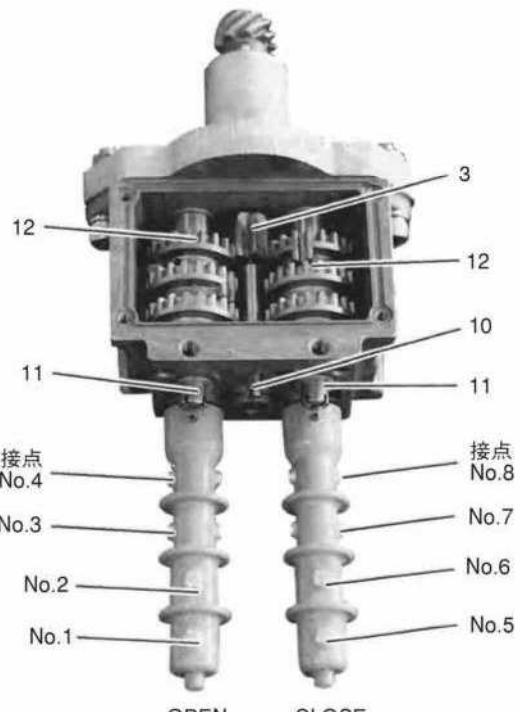
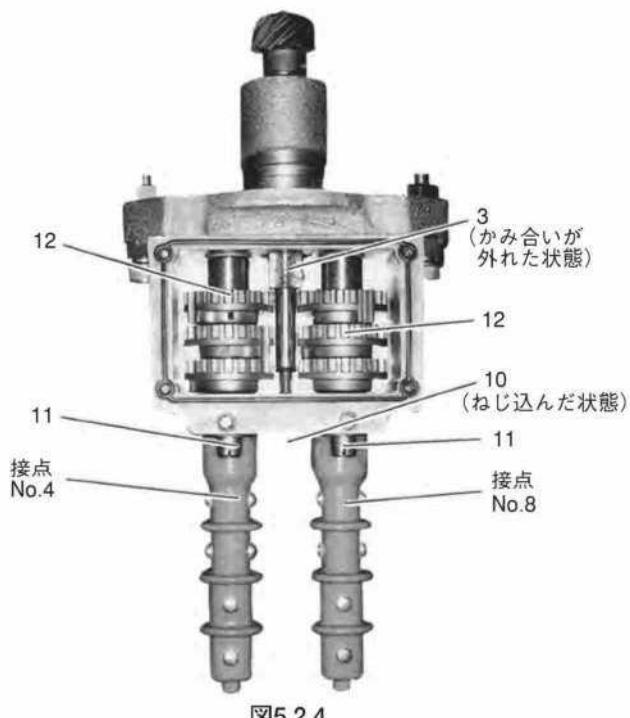
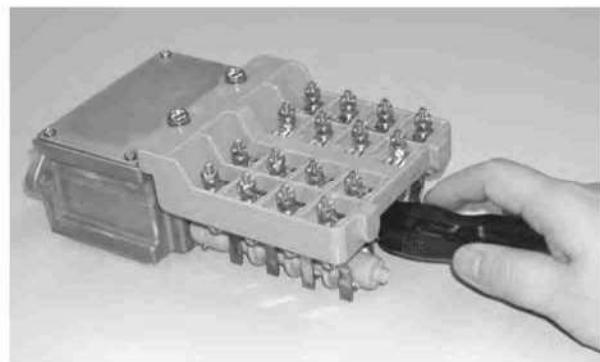

図5.2.2
図5.2.4
図5.2.5
- ・⑩セッティングロッドを図5.2.5のようにドライバで右に回して⑨ギアフレームと同一面になるまでねじ込み、③ドライブビニオンの噛み合いを外します(図5.2.4参照)。
- ・現在の接点の状態がONならば、手順2で確認した方向へ、ドライバで⑪ギアシャフトを回し、ロータが90°回転して接点No.8がOFFに動作したところで止めます。
- ・現在の接点の状態がOFFならば、手順2で確認した方向と逆にドライバで⑪ギアシャフトを回し、ロータがONになる位置を通過するまで回した後、手順2で確認した方向に⑪ギアシャフトを回し、接点No.8がOFFに動作したところで止めます。
- ・⑩セッティングロッドをドライバで止まるまで左へ回し、③ドライブビニオンと⑫インターミッテントギアが噛み合う状態に戻します(図5.2.2参照)。
- ・⑪ギアシャフトをドライバで左右に軽く回してみて、正しく噛み合っている(開閉両側の⑪ギアシャフトが回らない)ことを確認してください。